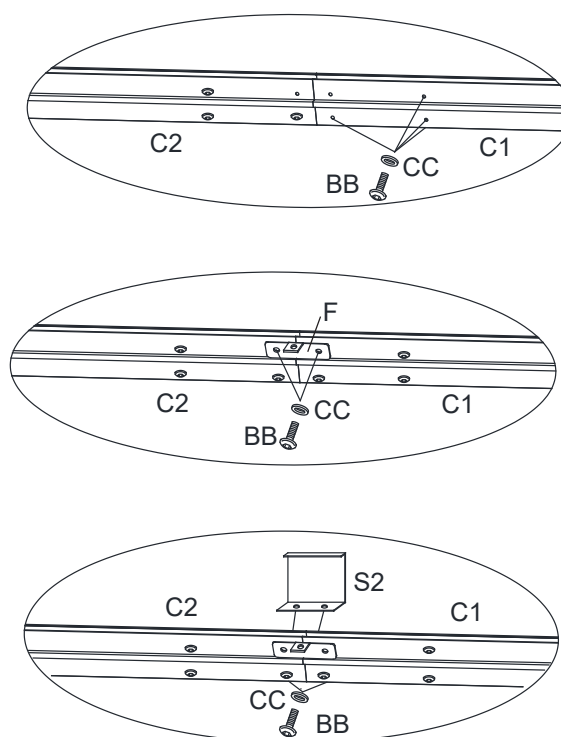

Fig.2.2
2.2. Relier le linteau court gauche (C1) au linteau court droit (C2) à travers le connecteur de linteau - grand (G) par le boulon (BB) et la rondelle (CC), puis connectez le connecteur (F) au joint du linteau (C1/C2) par le boulon (BB) et la rondelle (CC). Poser le couvercle de linteau - Centre (S2) sur le joint des deux linteaux avec le boulon (BB) et la rondelle (CC). Installer les vis dans l'ordre indiqué sur l'illustration. Voir Fig.2.2